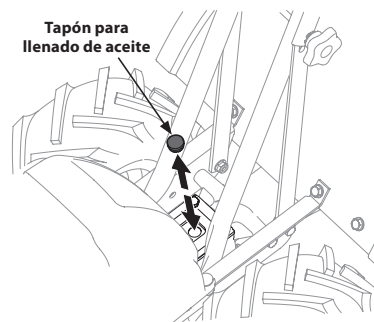

Figura 20
3. Limpie el área alrededor del tapón de llenado de aceite. Vea la Figura 20.
4. Saque el tapón de llenado de aceite del alojamiento de la transmisión y mire adentro del orificio de llenado para ubicar el eje de la transmisión principal situado debajo del orificio. Vea la Figura 20.